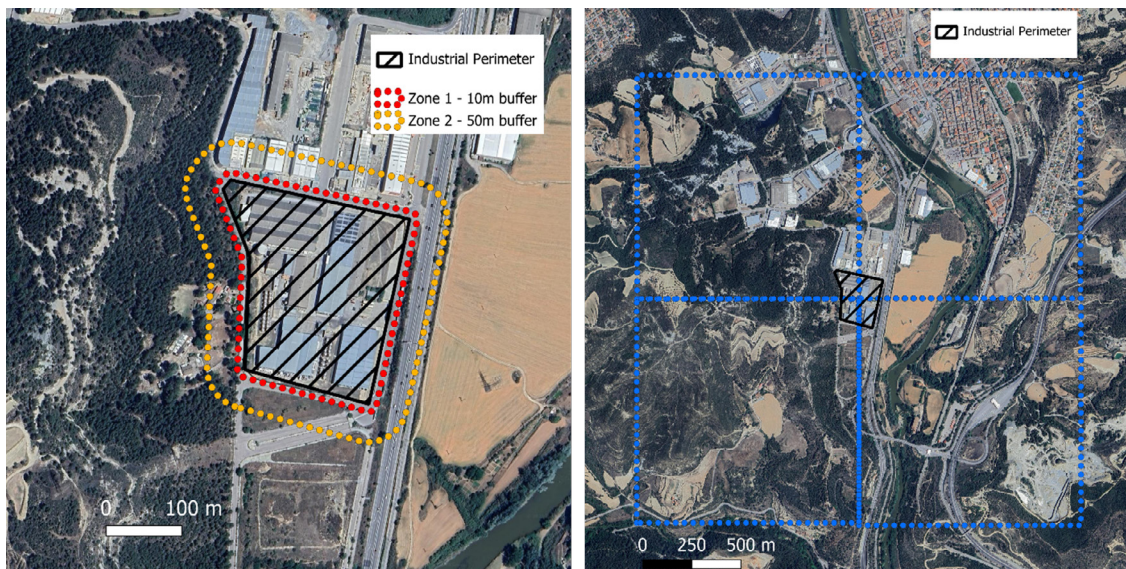

Figura 2: Ejemplos de definición de zonas en imágenes satelitales para el área de una infraestructura industrial.
Tanto la zona 3 como la zona 2 se evalúan dividiendo las áreas consideradas en cuatro cuadrantes y completando las preguntas de evaluación para cada cuadrante (véanse las ilustraciones de la figura 1 y la figura 2).
- En imágenes satelitales recientes o mapas de vegetación, divida el entorno que rodea su infraestructura en 4 cuadrantes de al menos 1 km de longitud; consulte la figura 1 y la figura 2 de esta guía para ver una representación visual y un ejemplo de este procedimiento.